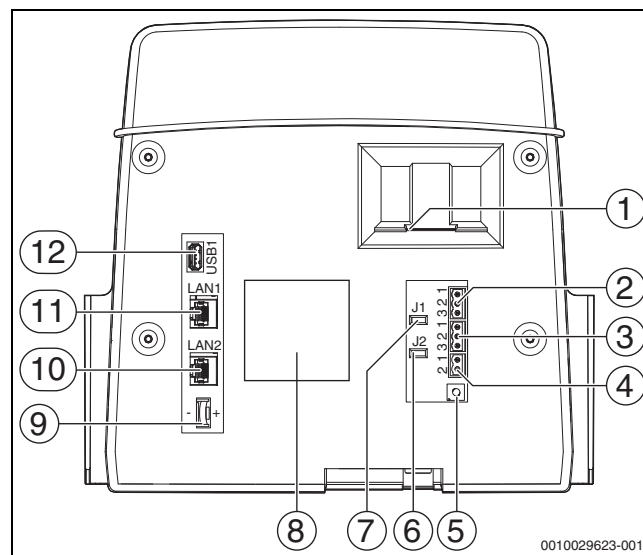

Bild 4 Anschlüsse Bedieneinheit
Die Batterie (auf der Rückseite der Bedieneinheit) stellt sicher, dass bei ausgeschaltetem Regelgerät oder bei Spannungsausfall Uhrzeit und Datum erhalten bleiben (→ Bild 4, [9], Seite 9).
Für Wärmeerzeuger (z. B. BHKW), die über den Modbus-RTU angeschlossen werden (→ Bild 4, [3], Seite 9):
- BHKW am Anschluss Modbus-RTU (→ Bild 4, [3], Seite 9) anschließen.
Der Abschlusswiderstand (J2) (→ Bild 4, [6], Seite 9) ist im Auslieferungszustand geschlossen (gesteckt = aktiviert).